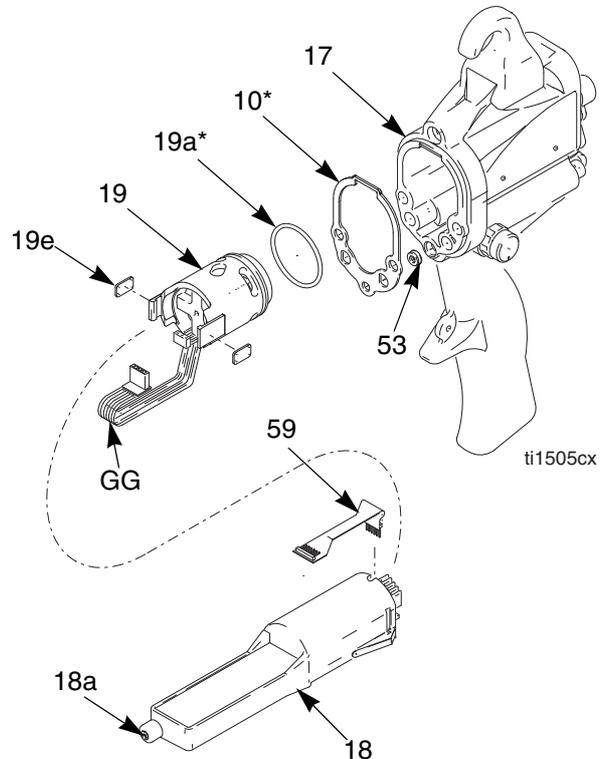

FIG. 18. Fonte de alimentação
3. Segure a fonte de alimentação (18) com sua mão. Com um movimento suave para a lateral retire a fonte de alimentação/montagem do alternador do punho da pistola (17) e depois retire cuidadosamente. *Somente no Modelo Inteligente*, desligue o circuito flexível (59) do soquete no topo do cabo (17). Consulte FIG. 18.
4. Desligue o conector de 3 fios (GG) da fonte de alimentação. Deslize o alternador para cima e para fora da fonte de alimentação. Inspeccione a fonte de alimentação e o alternador quanto a danos. *Somente no modelo inteligente*, desligue o circuito flexível de 6 pinos (59) da fonte de alimentação.
6. *Somente no modelo inteligente*, ligue o circuito flexível de 6 pinos (59) da fonte de alimentação.
7. Ligue o conector de 3 fios (GG). Deslize o alternador (19) para baixo na fonte de alimentação (18).
9. Lubrifique o selo da fonte de alimentação (18a) com graxa dieléctrica (40).
10. Insira a fonte de alimentação/montagem do alternador no punho da pistola (17). Verifique se as tiras de aterramento entram em contacto com o punho. *Somente no Modelo Inteligente*, ligue o circuito flexível (59) no soquete no topo do cabo. Prima o conector de 6 pinos no soquete para assegurar que seja ligado correctamente.
11. Instale a base (16), página 31. Verifique se a mola de aterramento (53) está no lugar.